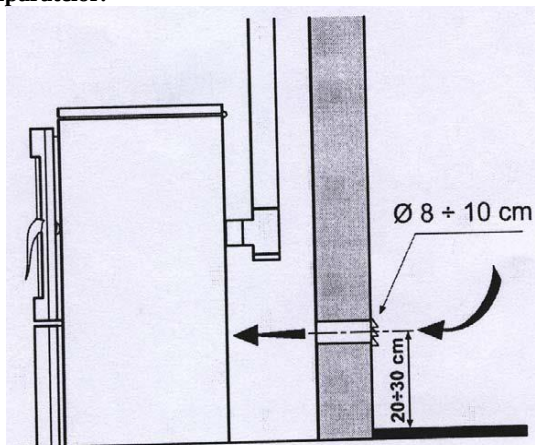

Figura 8. Distanțele minime pentru instalarea grilei de aerisire
35. CAPTAREA AERULUI DE ARDERE (figura 8)